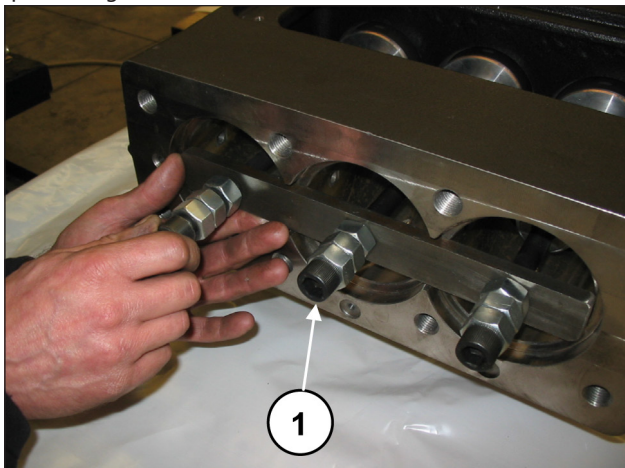
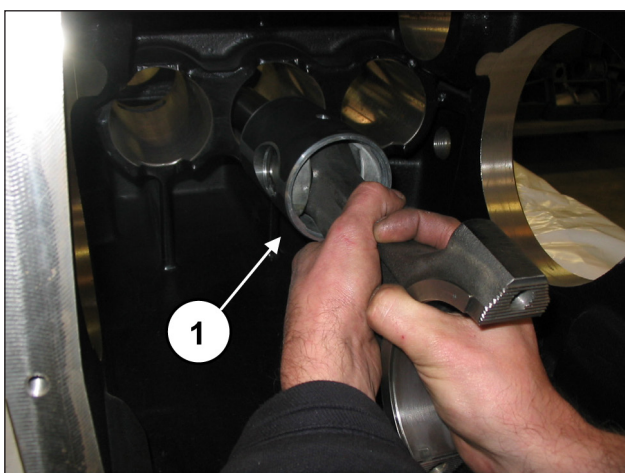
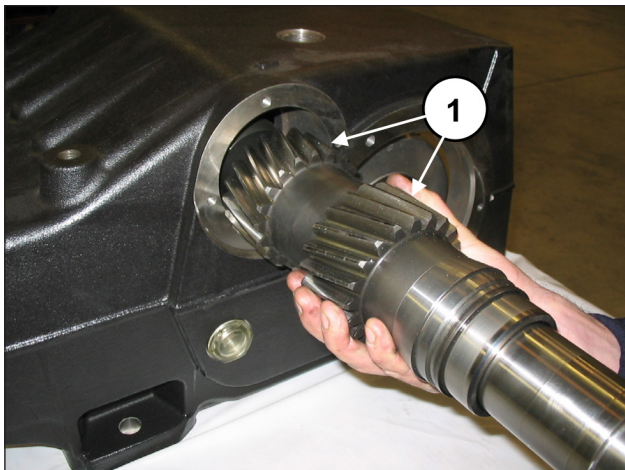

Fig. 40
Fig. 41
Fig. 55
Procedere a svitare le viti dell'attrezzo cod. 27566200 per sbloccare le bielle (pos. ①, Fig. 40) e successivamente estrarre i gruppi biella-guida pistone dall'apertura posteriore del carter (pos. ①, Fig. 41).
Dopo aver verificato la perfetta pulizia del carter inserire il gruppo semibiella-guida pistone all'interno delle canne del carter (pos. ①, Fig. 41).
Bloccare i tre gruppi utilizzando l'apposito attrezzo cod. 27566200 (pos. ①, Fig. 40).
Rimuovere l'attrezzo per il bloccaggio delle bielle cod. 27566200 (pos. ①, Fig. 40) e far scorrere le bielle all'indietro fino ad arrivare a contatto con l'albero a gomiti. Inserire l'albero PTO premontato all'interno del carter (pos. ①, Fig. 55) inserendolo dalla parte opposta a quella in cui sono stati premontati l'anello esterno del cuscinetto e la bussola di lubrificazione cuscinetti.
L'inserimento dell'albero PTO nel carter deve essere effettuato in modo che la dentatura risulti orientata come in Fig. 55.